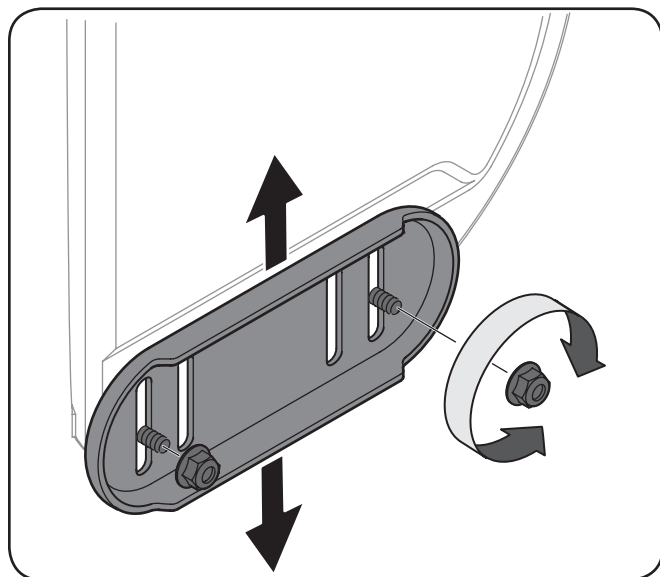

Figura 3-13
1. Afloje las cuatros tuercas hexagonales (dos en cada lado) y los pernos del carro. Mueva las zapatillas antideslizantes a la posición deseada. Vea la Figura 3-13.